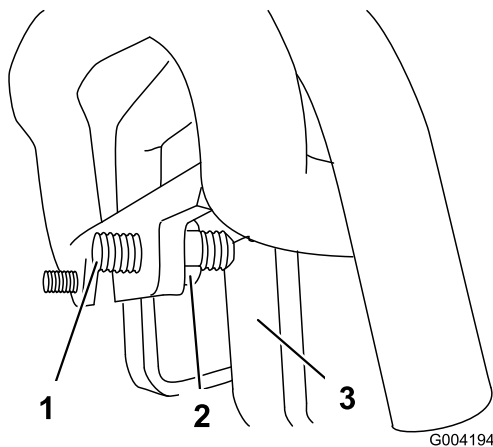

Figure 53
3. Si la machine se déporte vers la **gauche**, desserrez l'écrou de blocage **droit** et ajustez la vis de réglage de correction directionnelle à l'avant de la commande de déplacement (Figure 53).
4. Si la machine se déporte vers la **droite**, desserrez l'écrou de blocage **gauche** et ajustez la vis de réglage de correction directionnelle à l'avant de la commande de déplacement (Figure 53).